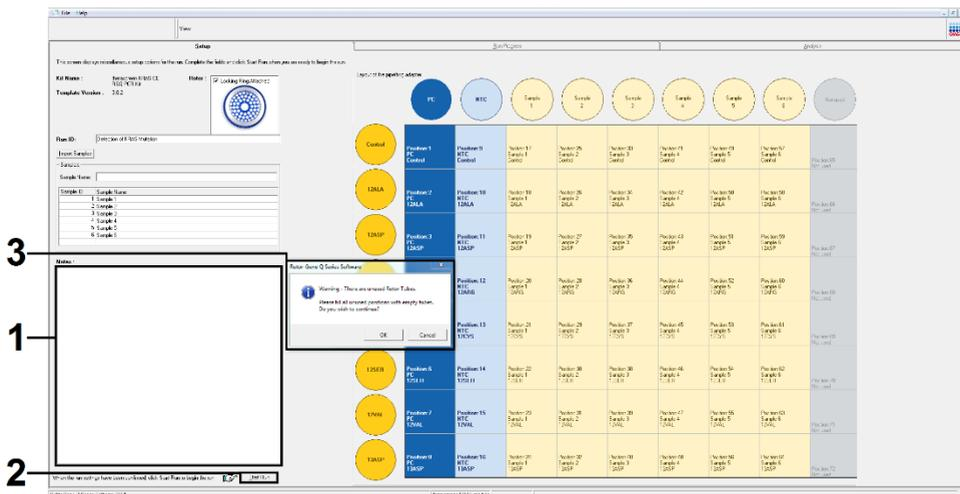
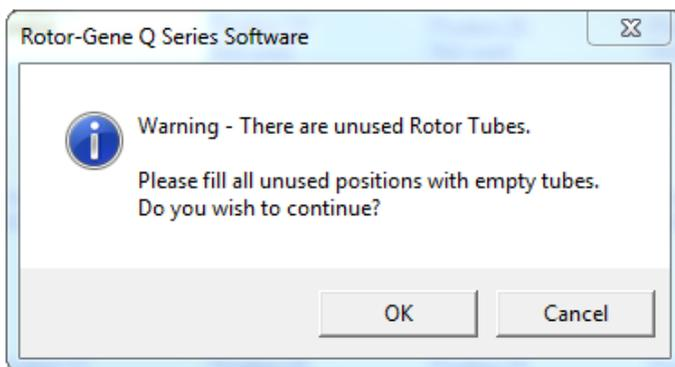

Figura 15. 1 = campo "Notes" (Annotazioni); 2 = "Start Run" (Avvia seduta); 3 = "Warning" (Avvertenza) relativa alle posizioni del rotore inutilizzate.
Figura 16. Messaggio "Warning" (Avvertenza) relativa alle posizioni del rotore inutilizzate.
17. Dopo aver immesso i nomi di tutti i campioni, verificare che siano corretti. Se necessario, aggiungere ulteriori informazioni nel campo Notes (Annotazioni) e fare clic sul pulsante Start Run (Avvia seduta) (Figura 15).
Nota: se qualche posizione del rotore è inutilizzata, viene visualizzato un "Warning" (Avvertenza) (Figura 15 e Figura 16) per ricordare all'utente che è necessario occupare tutte le posizioni del rotore, eventualmente con una provetta vuota tappata. Assicurarsi che tutte le posizioni del rotore prima inutilizzate siano ora occupate con una provetta vuota tappata, quindi fare clic su OK per proseguire.